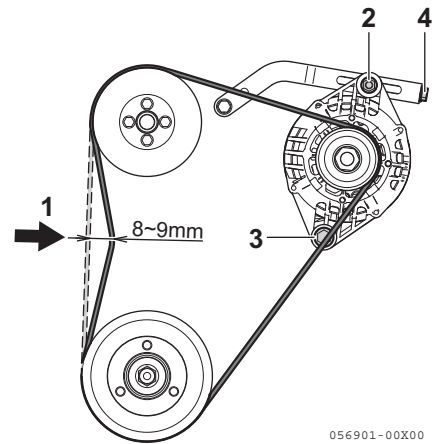

Figura 4
2. Compruebe la correa presionando su centro (**Figura 4, (1)**) con el dedo. Con una fuerza moderada, la correa debe curvarse entre 8 y 9 mm (aproximadamente 3/8 pul.).
3. Afloje los 3 pernos del alternador (**Figura 4, (2) (3) (4)**).
4. Atornille el perno de ajuste (**Figura 4, (4)**) y mueva el alternador para ajustar debidamente la tensión de la correa.